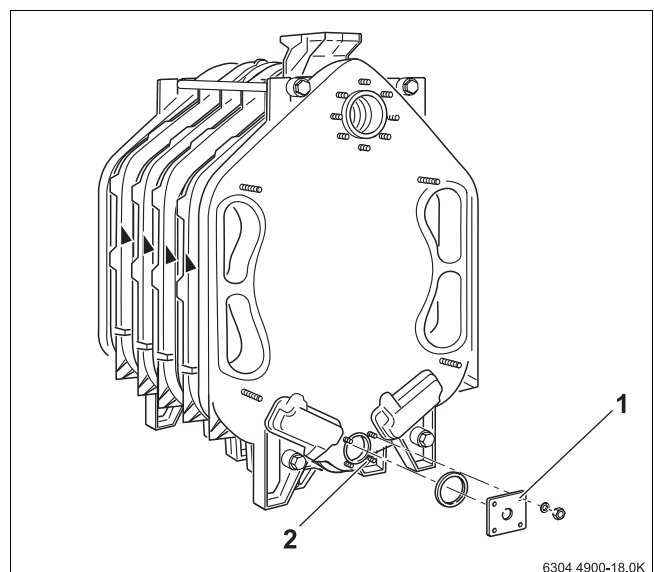

Fig. 23 Montaggio della flangia
- Far defluire l'acqua dal rubinetto di carico e scarico (→ fig. 23, [1], pag. 18) a monte del raccordo lato acqua o in caso di collegamento del mozzo non a tenuta.